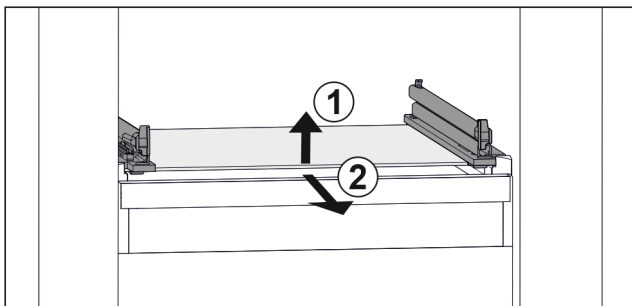

Fig. 72 Príklad zobrazenia sklenenej dosky
- ▶ Nadvihnite sklenenú dosku vpred. Fig. 72 (1)
- ▶ Odoberte sklenenú dosku dopredu. Fig. 72 (2)